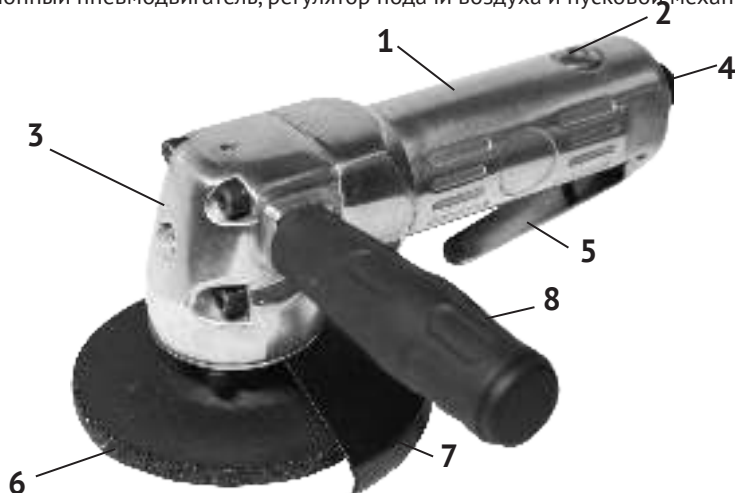

рис. 1
1.6.1 Общий вид шлифмашины представлен на рис.1
положены в металлическом корпусе (рис.1 поз.1). Редуктор и шпиндель закрыты металлическим корпусом (рис.1 поз.3).
Крутящий момент с ротора пневмодвигателя передаётся редуктором из двух конических шестерён на шпиндель, на который между опорным и прижимным фланцами крепится шлифовальный (отрезной) круг (рис.1 поз.6).
В задней части корпуса двигателя (рис.1 поз.1) находится штуцер (рис.1 поз.4) для подключения шланга от компрессора (воздушной линии) с помощью переходника «рапид» (входит в комплект поставки). Предохранительный клапан (рис.1 поз.2) предназначен, для стравливания излишков воздуха из полости инструмента, через специальные отверстия в корпусе ПМШУ. Подача воздуха осуществляется нажатием на рычаг (рис.1 поз.5), расположенный под корпусом двигателя (рис.1 поз.1). Рычаг нажимного типа без фиксации в рабочем положении. При отпускании рычага, подача воздуха прекращается.
К крышке редуктора (рис.1 поз.9) крепится винтами защитный кожух (рис.1 поз.7). Шлифмашина комплектуется дополнительной рукояткой (рис.1 поз.8), которая прикручивается слева к корпусу редуктора. Она обеспечивает надёжный хват инструмента двумя руками.
- открутить 6-и гранным ключом (входит в комплект поставки) два винта крепления крышки (рис.1 поз.9) к корпусу редуктора (рис.1 поз.3);
- установить кожух, как показано на рис.1 и прикрутить его винтами к крышке редуктора.
Прикрутить к редуктору дополнительную рукоятку (рис.1 поз.8). По возможности закрепить обрабатываемую заготовку (струбцинами, зажимами и т.п.).
Перед подсоединением инструмента капните в разъем входного штуцера (рис.1 поз.4) несколько капель масла.
Определить оптимальную скорость вращения и зернистость шлифовального круга, проверяя работу на запасных кусках материала (рекомендации см. в п.2.3.1). Прикрутить к входному штуцеру (рис.1 поз.4) переходник «рапид», для соединения с воздушной линией.